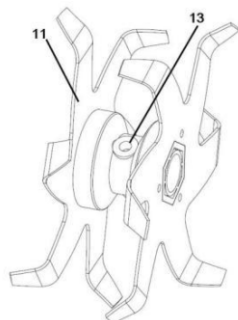

Fig.1
1. Scoateți șurubul cu cap hexagonal 13 din componenta lamei 11 folosind o cheie hexagonală. (Fig. 1)